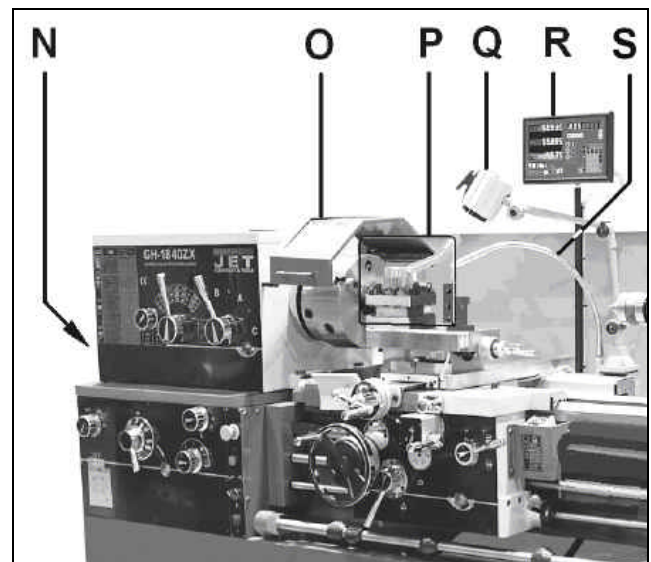

Fig 2-2
Sowohl der Räderdeckel (N, Fig 2-2) als auch der Futterschutz (O) sind mit Endschalter überwacht. Um die Maschine zu starten müssen beide geschlossen sein.